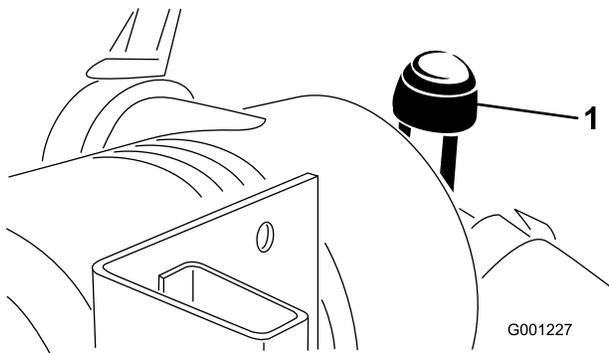

図 46
- ・ エア・クリーナの整備はインジケータ (図 46) が赤色になっていたら、または 400 運転時間ごと (非常にホコリのひどい場所ではよりひんばんに) 行ってください。エアフィルタの整備のしすぎはかえってよくありません。
9. インジケータ（図 46）が赤になっている場合はリセットする。